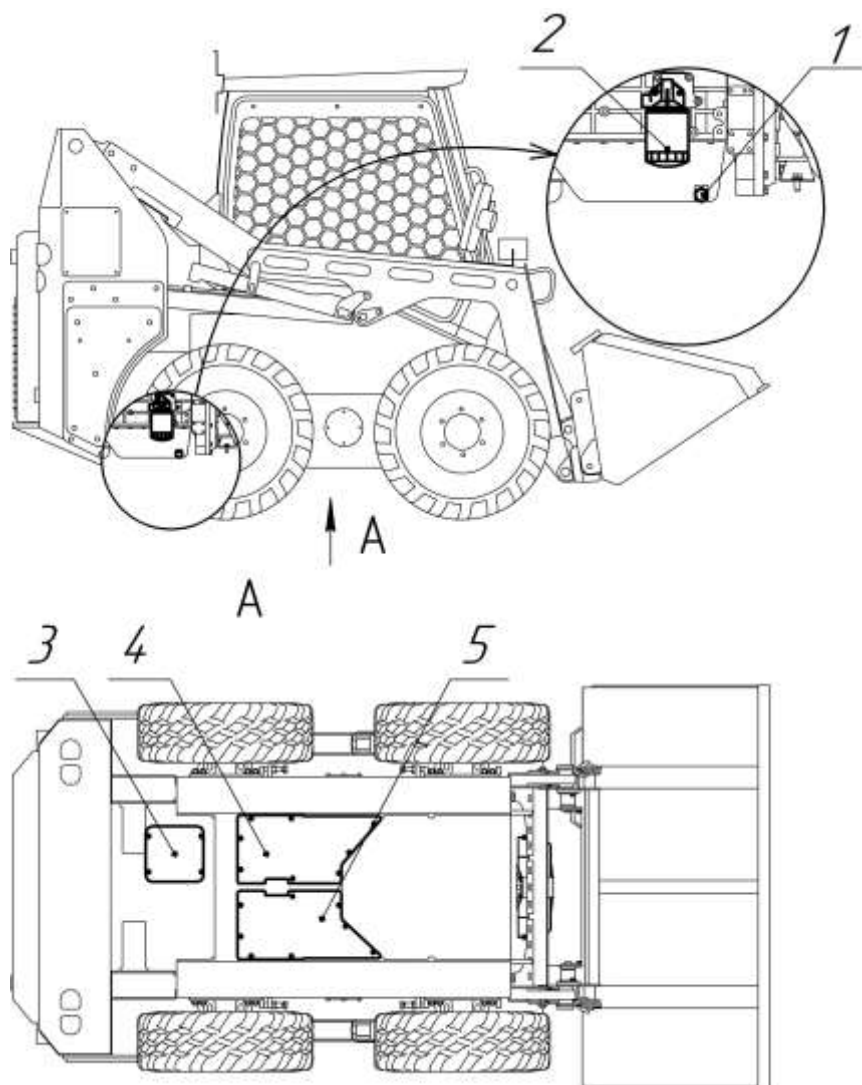

Рисунок 8.4 Замена масла в картере двигателя
После остановки прогретого двигателя открутить четыре болта смотрового окна 3 в днище машины (Рис.8.4). Открутить резьбовую пробку 1 в поддоне двигателя и слить теплое масло в подготовленную емкость. Съемником открутить масляный фильтр 2.
- отверните винты крепления люка 4 (рисунок 8.4) и снимите люк 4;